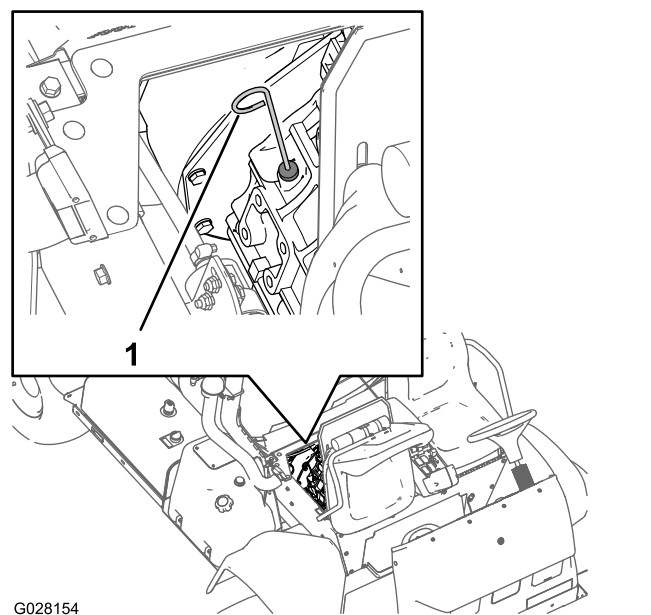

图 72
6. 取出量油尺并检查发动机中的机油油位 (图 72)。
7. 慢慢注入规定油量的剩余部分使油位达到量油尺上的“已满”标记处 图 72。